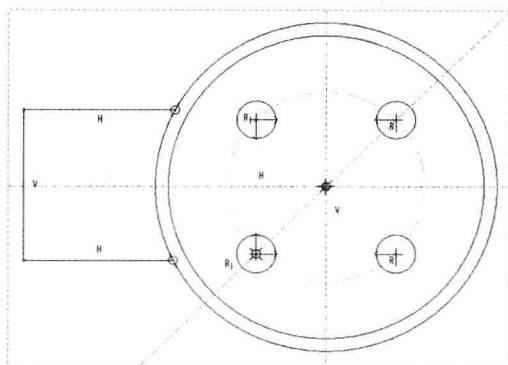

图 13-50 绘制直线 1
Step 10 在“功能区”选项板的“草绘”选项卡中,单击“草绘”面板中的“线链”按钮,在绘图区的合适位置上单击鼠标左键,绘制直线,如图 13-50 所示。